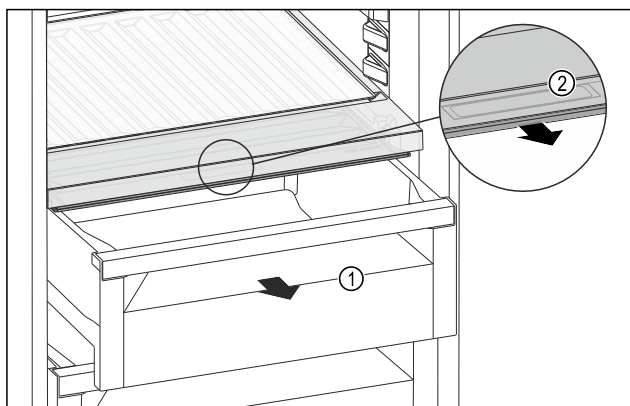

Fig. 170
- Húzza ki a fiókot Fig. 170 (1).
- Fogja meg a sülyesztett fogantyút Fig. 170 (2) a rekeszfedélén, és ezzel egy időben húzza előre felé a rekeszfedélet.